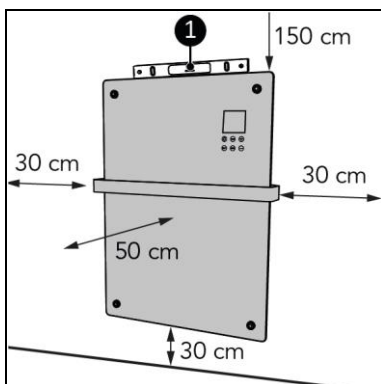

Figura 8
5. Așezați dispozitivul pe o suprafață verticală și solidă. Folosiți o nivelă cu bulă de aer atunci când amplasați dispozitivul (Figura 8, poz. 1).
6. Așezați dispozitivul la o distanță minimă (Figura 8) de: